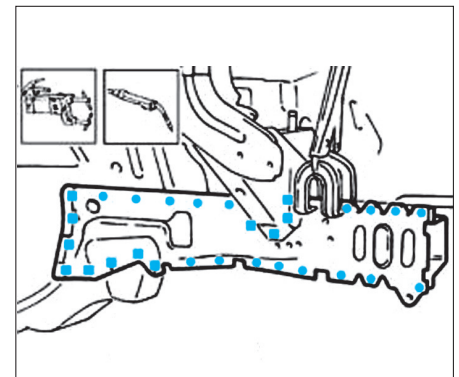
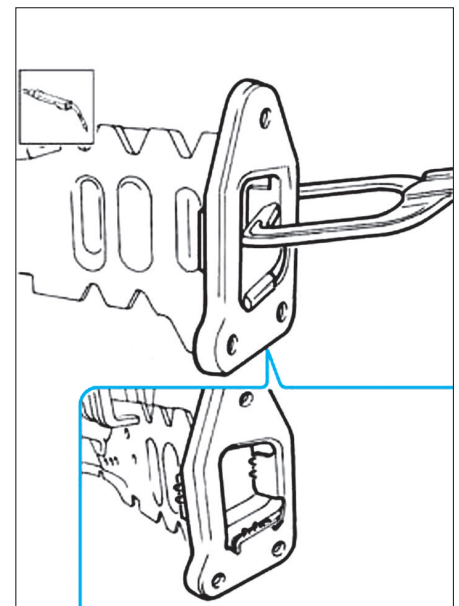

FIG. 11
FIG. 12
- Souder la tôle de fermeture du longeron (Fig.11), puis souder la flasque d'ancrage (Fig.12).